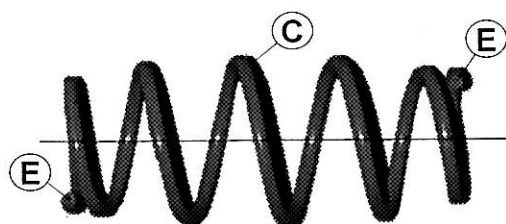

fig.2.
9. Hulpveer C om het aanslagrubber 2 drukken, met de kunststof slang aan de bovenzijde en de uiteinden E naar de voorkant van de auto gericht. Zie fig.2.
9. Fit auxiliary spring C on bumpstop 2, with the plastic tube on top and the ends E to the front of the car. See fig.2.
9. Platzieren Sie die Niveaufeder C mit den plastic Rohr an der oberen Seite und den Enden E zur Vorderseite des Autos über den Gummipuffer 2. Siehe Fig.2.
9. Enfoncez le ressort de renfort C autour de la butée en caoutchouc 2, avec le tube en matière plastique en haut et les extrémités E orientées vers l'avant de la voiture. Voir figure 2.
9. Sätt hjälpfjäder C på genomslagsgummi 2 med plaströret uppåt och änden E mot bilens front. (Se fig. 2.)
9. Apriete el muelle auxiliar C alrededor del tope de caucho 2, el tubo sintético a la parte superior y los extremos E dirigidos hacia la parte delantera del coche. Véase fig. 2.